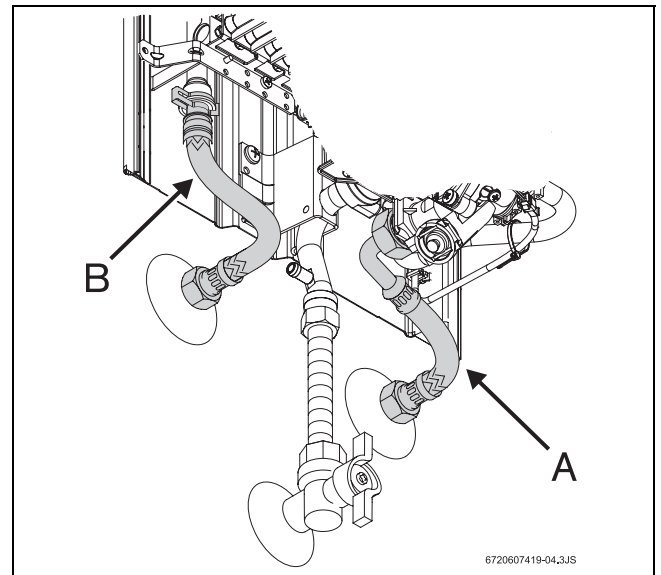

Fig. 13 Racordarea la apă
- ▶ Identificați conducta de apă rece (fig. 13, piesa A) și conducta de apă caldă (fig. 13, piesa B), pentru evitarea unei racordări greșite.